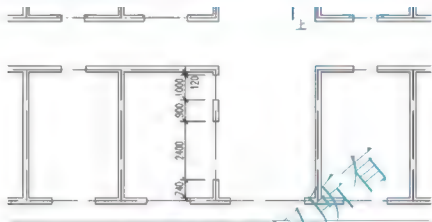

图 3.60 调整“120”文字的位置
(2) 单击文字“120”上的夹点,该夹点由蓝色(冷夹点)变成红色(热夹点),这时文字“120”附着到了光标上。
(3) 在**拉伸**,指定拉伸点或[基点(B)/复制(C)/放弃(U)/退出(X)]:提示下,移动光标将“120”放到图 3.60 所示的位置。